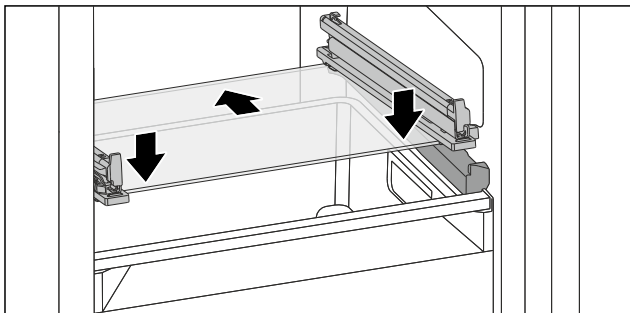

Fig. 203 Стекла́нная пласти́на отки́дного вы́движного ящи́ка
- ▶ Наклоняя вниз, установите стеклянную пластину за стопоры. (см. Fig. 203)